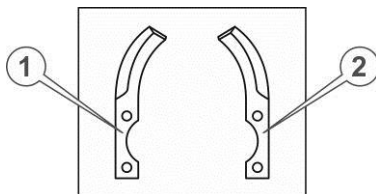

Рис. 9. – Ножи ґрунтофрези
2. Взяти з комплекту ґрунтофрези по одному лівому і правому ножу (див. рис. 9)
4. Притулити приготовані ножі (наприклад, поз. 2 та поз. 3 на рис. 9.) до кріпильного квадрата маточини уздовж двох суміжних сторін цього квадрата у такий спосіб, щоб квадрат опинився всередині загинів ножів, загострені частини ножів були спрямовані в напрямку обертання (як зазначено стрілкою на рис 8.), кріпильні отвори ножів збіглися з отворами квадрата, водночас кінцевий отвір одного ножа (поз.3) збігся із серединним отвором іншого ножа (поз. 2). Утримуючи ножі в такому положенні, вставити в отвір болт, надіти шайби та наживити гайку.